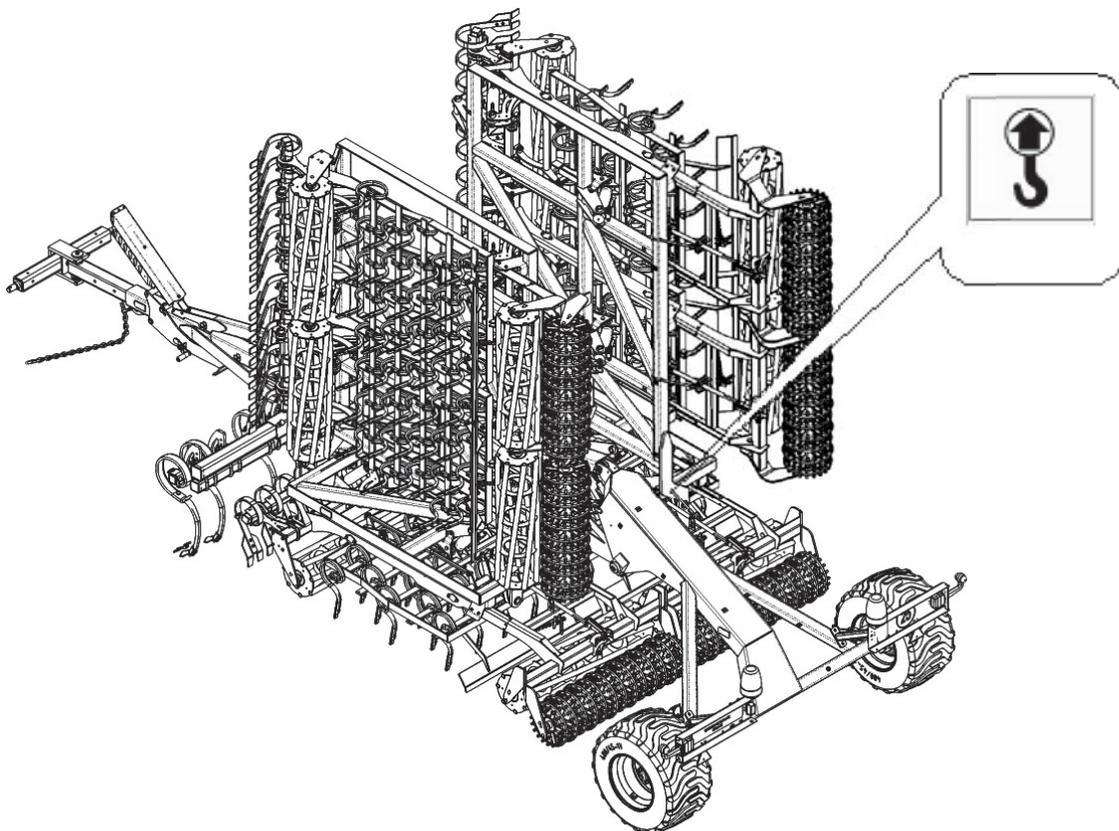

Abb. 3 Hebepunkte für Kranvorrichtungen
- Die Befestigungsgurte sollen an Flügeln, an den mit Aufkleber bezeichneten Stellen, platziert werden (Abb. 3).